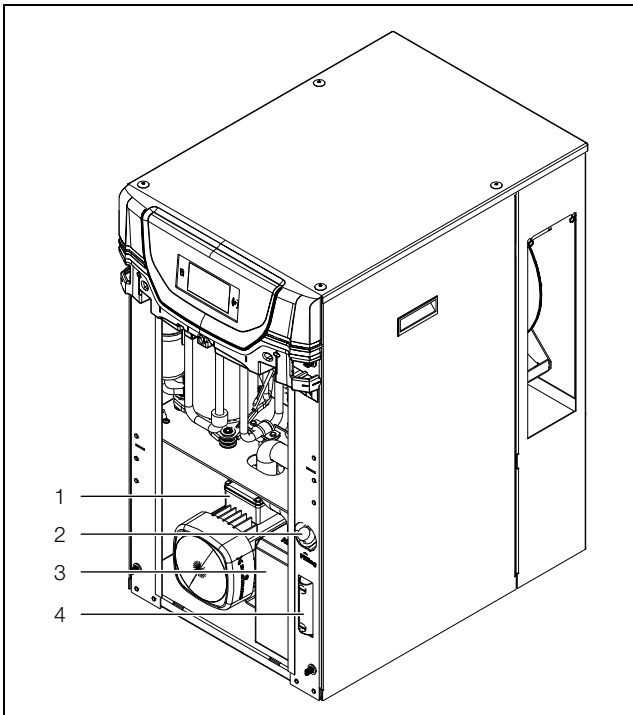

Fig. 38: Riempimento con mezzo frigorifero
- Riempire il chiller di fluido frigorifero mediante il bocchettone di rifornimento (fig. 38, pos. 2) della vasca.
- Controllare il livello dal vetro di ispezione (fig. 38, pos. 4).